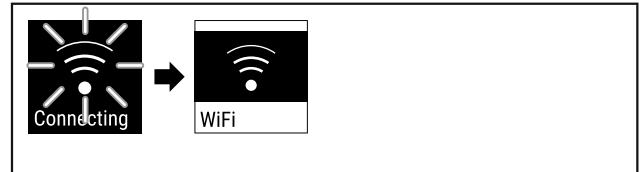

Fig. 86
- ▶ Lidhja do të vendoset (shihni Fig. 86).